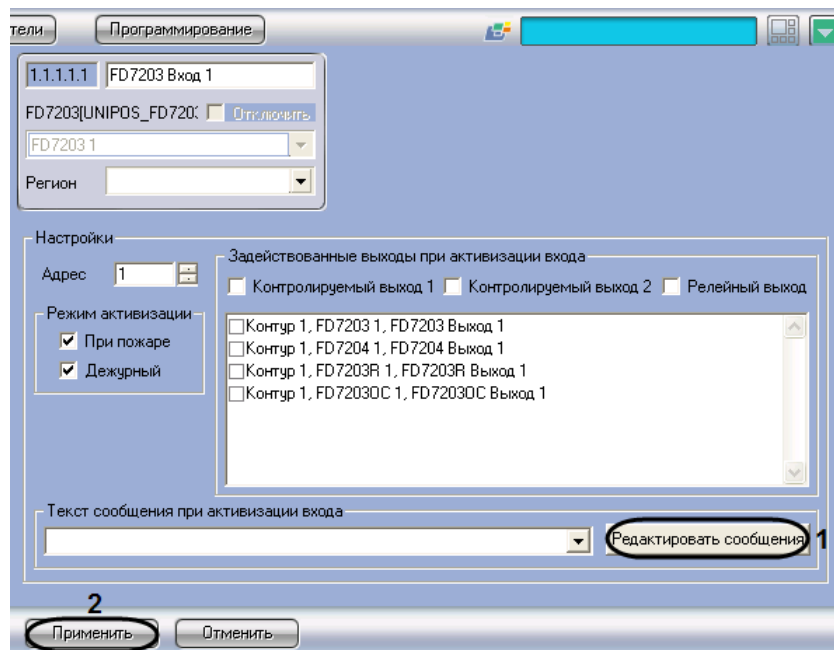

Рис. 3.6-4 Доступ к редактированию сообщений
1. Перейти на панель настройки объекта **FD7203 Вход** (Рис. 3.6-4).
2. Нажать кнопку **Редактировать сообщения** (см. Рис. 3.6-4, 1).
9. Для сохранения настроек во внутренней базе данных ПК *ACFA Intellect* нажать кнопку **Применить** (см. Рис. 3.6-4, **2**).